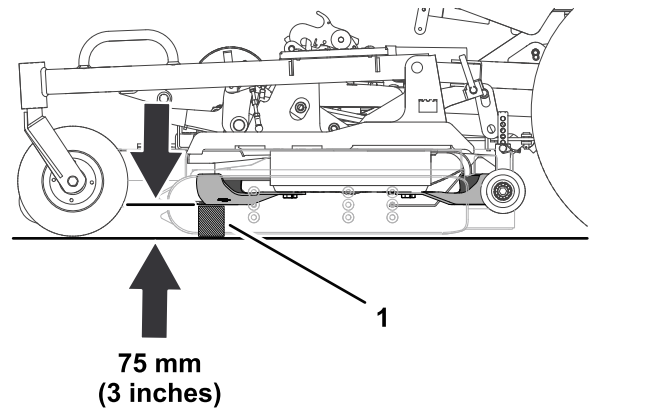

Figura 126
4. Misurate la distanza tra il suolo e il punto più avanzato del tagliente della lama con un blocchetto di riscontro (Figura 126).